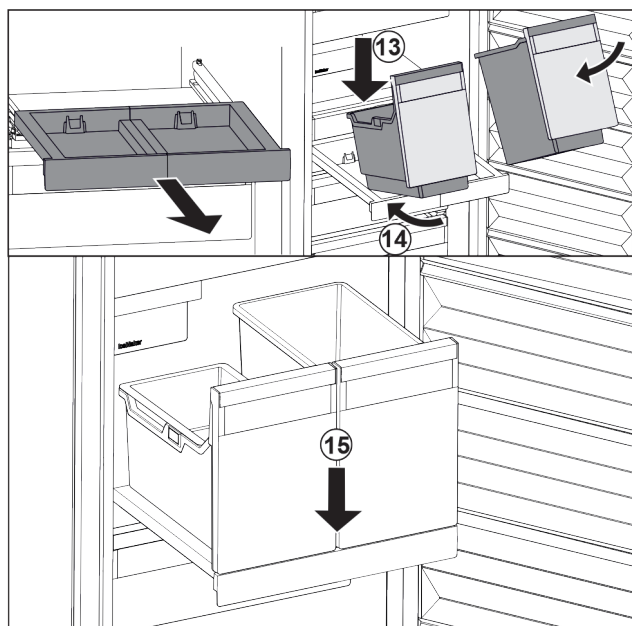

Fig. 129
- ▶ Nasadte nádobu šikmo na vysouvací desku. Fig. 129 (13)
- ▶ Zasuňte nádobu šikmo dozadu. Fig. 129 (14)
- ▶ Usadte vpředu nádobu. Fig. 129 (15)